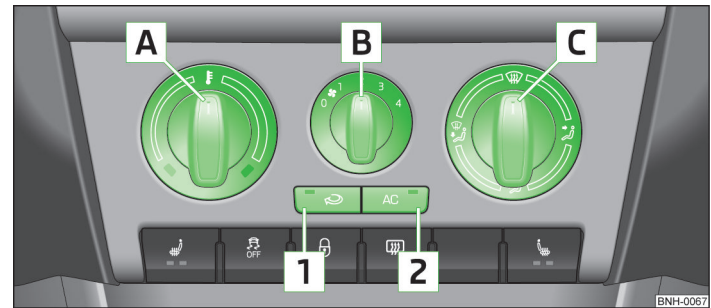

Abb. 60 Klimaanlage: Bedienungselemente
Die Kühlanlage arbeitet nur dann, wenn die Taste **[AC] [Z]** » Abb. 60 » Seite 63 gedrückt ist und folgende Bedingungen erfüllt sind:
- › Den Drehregler **[A]** » Abb. 60 nach rechts drehen, um die Temperatur zu erhöhen.
- › Den Gebläseschalter **[B]** » Abb. 60 in eine der Positionen 1 bis 4 drehen, um das Gebläse einzuschalten.
- › Mit dem Luftverteilungsregler **[C]** » Abb. 60 wird die Richtung des Luftaustritts geregelt » Seite 61.
- › Die Taste **[AC] [Z]** » Abb. 60 drücken, in der Taste leuchtet die Kontrollleuchte auf.
- Bedienungselemente **A** » Abb. 60 » Seite 63, **B**, **C** und die Tasten **1** und **2**.
- Die Taste  **1** » Abb. 60 » Seite 63 drücken, in der Taste leuchtet die Kontrollleuchte auf.
- Die Taste  **1** » Abb. 60 » Seite 63 erneut drücken, die Kontrollleuchte in der Taste erlischt.
Wenn der Luftverteilungsregler **C** » Abb. 60 » Seite 63 in die Position  gedreht wird, wird der Umluftbetrieb automatisch ausgeschaltet. Durch wiederholtes Drücken der Taste  kann auch in dieser Stellung der Umluftbetrieb wieder eingeschaltet werden. ▶